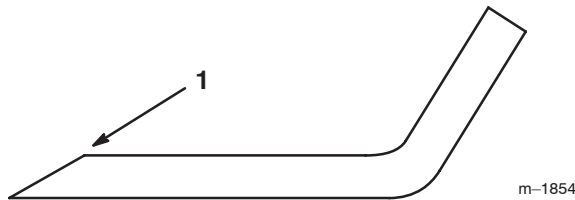

Figure 27
1. Au moyen d'une lime, aiguisés les tranchants aux deux bouts de la lame (Fig. 27) en veillant à conserver l'angle de coupe d'origine.